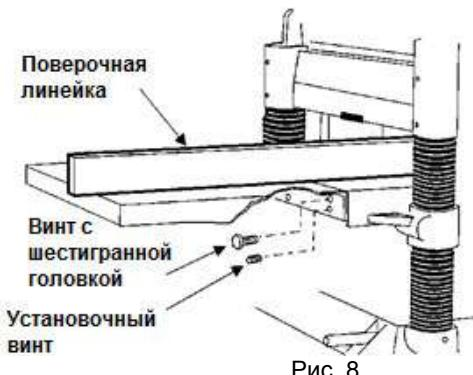

Рис. 8
- Установите чугунное удлинение стола на краю основного стола с помощью винтов с шестигранной головкой M8 x 25 (см. Рис. 8), используя 12 мм гаечный ключ. Не затягивайте винты полностью.